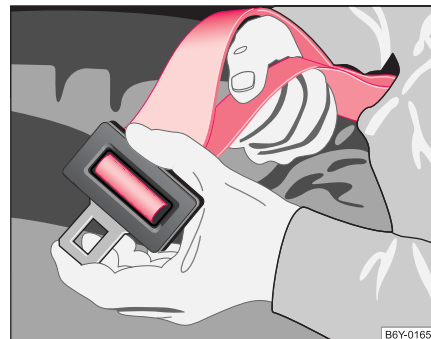

Abb. 97 Verlängerung
- Halten Sie die Schlosszunge im rechten Winkel zum Gurtband und ziehen Sie das Gurtband auf die erforderliche Länge durch ⇒ Seite 119, Abb. 97.